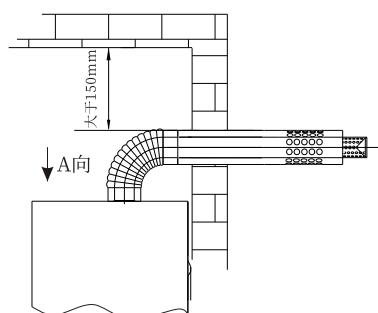

图3.6a
- (1) 同轴烟道的安装要严格按照CJJ12-99及其它相关标准操作，烟道出口位置与周围建筑物开口的距离选择也要符合其标准要求，如图3.6a所示。
(2) 为防止同轴烟道上的排气孔和进气孔被堵塞，应将同轴烟道伸出墙外。
(3) 同轴烟道安装接触或穿过房屋墙壁的管道时，相对环境的表面温升应小于等于60K，当该温升超过60K时，应在同轴烟道通过易燃材料组成的墙体时；必须覆盖厚度在20mm以上的不燃耐高温材料围护，确保墙体表面温升小于等于60K。
(4) 同轴烟道与其穿过的墙壁上的圆孔之间的间隙，不得用水泥类东西填充，请使用随机附件的烟道法兰密封，否则不利于维修操作。
(5) 同轴烟道的外表面应与上面的建筑物相距45mm以上。
(6) 若使用加长管，所有的接口处必须密封，不得使废气漏入室内。
(7) 烟道口位置必须位于不会造成公害的地方。
(8) 壁挂炉必须与同轴烟道连接且须导出室外（如3.6b），没有烟管，停止壁挂炉运行。